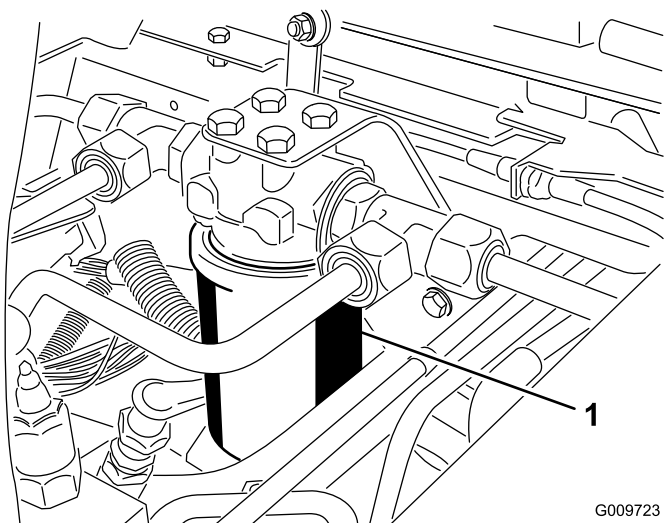
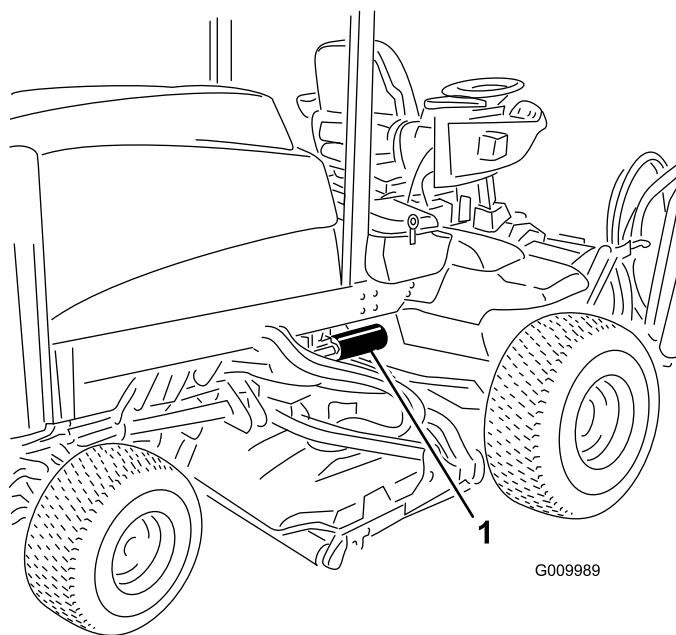

図 54
図 55
2. フィルタ容器の周辺をウェスできれいにぬぐう。フィルタ（図 54と図 55）の取り付け部周辺をきれいにふき、下に廃油受けを用意し、フィルタを外す。